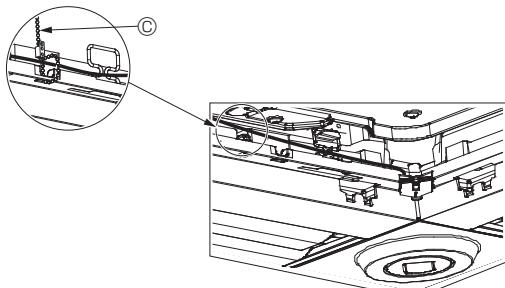

Fig. 10-12
- Fest i-See-sensoren og signalmottakerledningene til panelet med festene som vist på bildet, slik at det ikke er slakk i ledningene, og deretter klipp av den overflødige enden av festet. (Fig. 10-12)
- Hvis posisjonen til i-See-sensoren ble endret fra "○" (E) til "□" (F)-posisjonen, endre funksjonsinnstillingene. (Se side 215.)